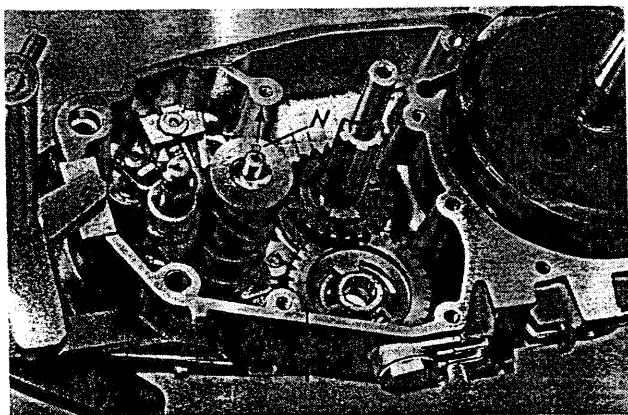

Fig. 175. Installation du changement du vitesses
- Introduire la griffe de changement de vitesses et le levier d'arrêt de changement de vitesses dans le tambour de changement de vitesses ; introduire le tambour de changement de vitesses ensemble avec l'arbre de changement de vitesses dans le carter ; ce faisant, presser le ressort de rappel de l'arbre de changement de vitesses sur la butée de changement de vitesses. Placer la roue dentée pour la 1^{re} vitesse sur le roulement 6201 de l'arbre de renvoi, le côté évidé étant dirigé vers l'observateur (fig. 175).
Attention ! Le tambour de changement de vitesses devrait être tourné de sorte que le rivet de contact (N) soit dirigé vers le haut en vue de faciliter les opérations qui suivent (fig. 175).
- Monter la roue dentée de la 4^e vitesse sur le vilebrequin et bloquer cette roue dentée avec le circlip. Chauffer la bague intérieure du roulement 6202 et faire s'appuyer le vilebrequin contre la bague intérieure du roulement (fig. 175).